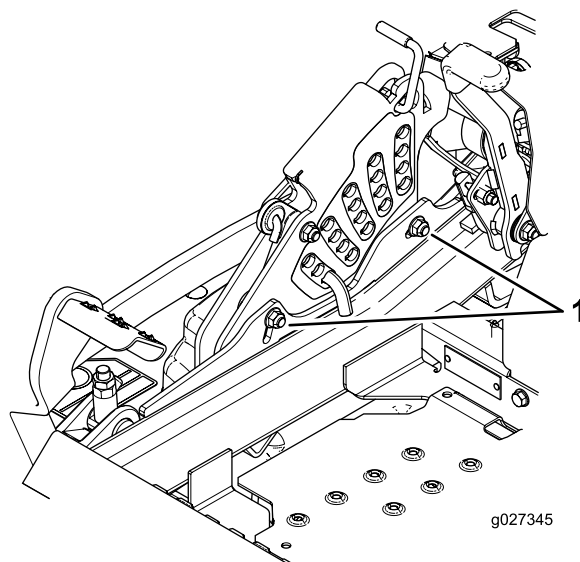

Figure 107
11. Pour régler le système monopoint, desserrez les 2 boulons au bas de la plaque de hauteur de coupe (Figure 107).
13. Serrez les 2 boulons au bas de la plaque de hauteur de coupe (Figure 107).